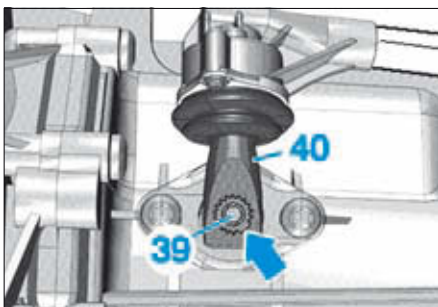

FIG. 31
Le levier de commande des vitesses (40) ne peut être positionné que d'une seule manière sur l'arbre de commande (39) (interruption dans la denture de l'arbre (flèche) (Fig.31).